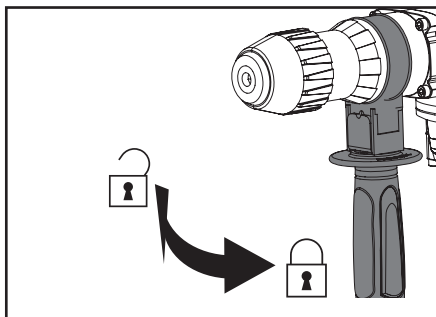

Abb. 3
1. Durch Drehen des Griffs lösen Sie die Schelle und schieben Sie diese in die Nuten am Hals des Bohrhammers (siehe Abb. 3).
2. Ziehen Sie den Griff in der gewünschten Position an, und zwar durch Drehen nach Abb. 3. Durch Sicherung vom Griff wird auch der Tiefenanschlag gesichert.